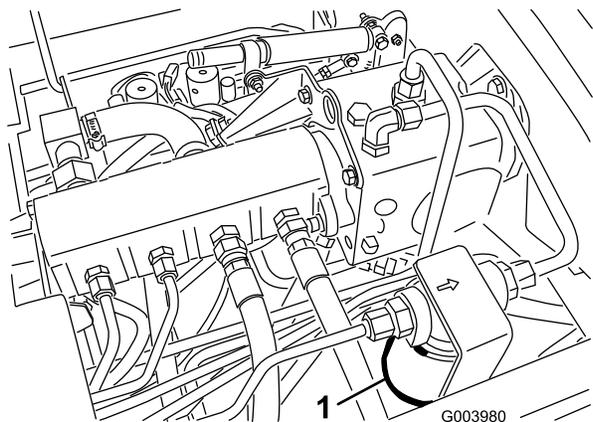
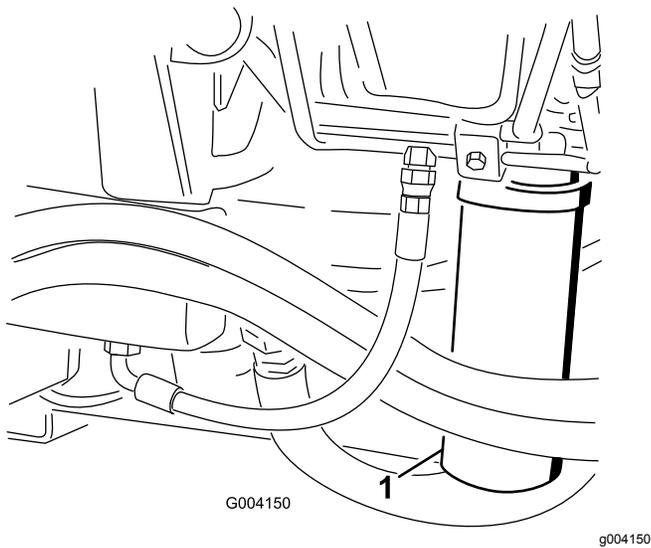

图70
图71
- 清洁过滤器安装区域的周围并在过滤器下面放置一个放油盘图70和图71。